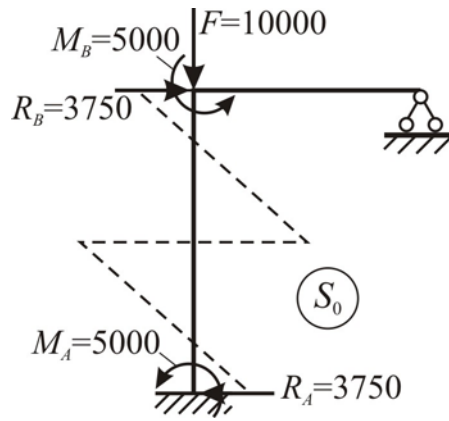

Рис. 4.2
- а) С помощью таблицы метода перемещений строим эпюру  $S_0$  от внешней нагрузки (т.е. грузовую эпюру) и приводим пролетную нагрузку к узловой (рис. 4.2).